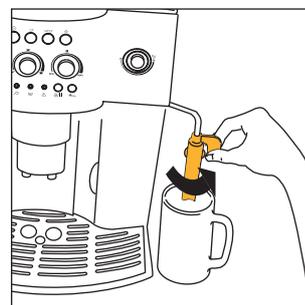
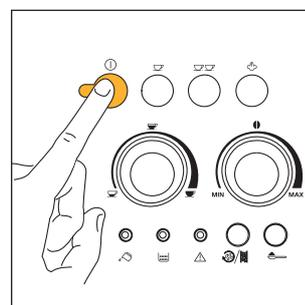

Fig. 3
Fig. 4
2. Spostare il cappuccinatore verso l'esterno, posizionarvi sotto una tazza (fig.3) e accendere la macchina premendo il tasto  (fig. 4).
- ruotare il cappuccinatore verso l'esterno della macchina (fig. 3).
- Posizionare un contenitore sotto il cappuccinatore (fig. 3).
- Spostare all'esterno il cappuccinatore (fig. 3).